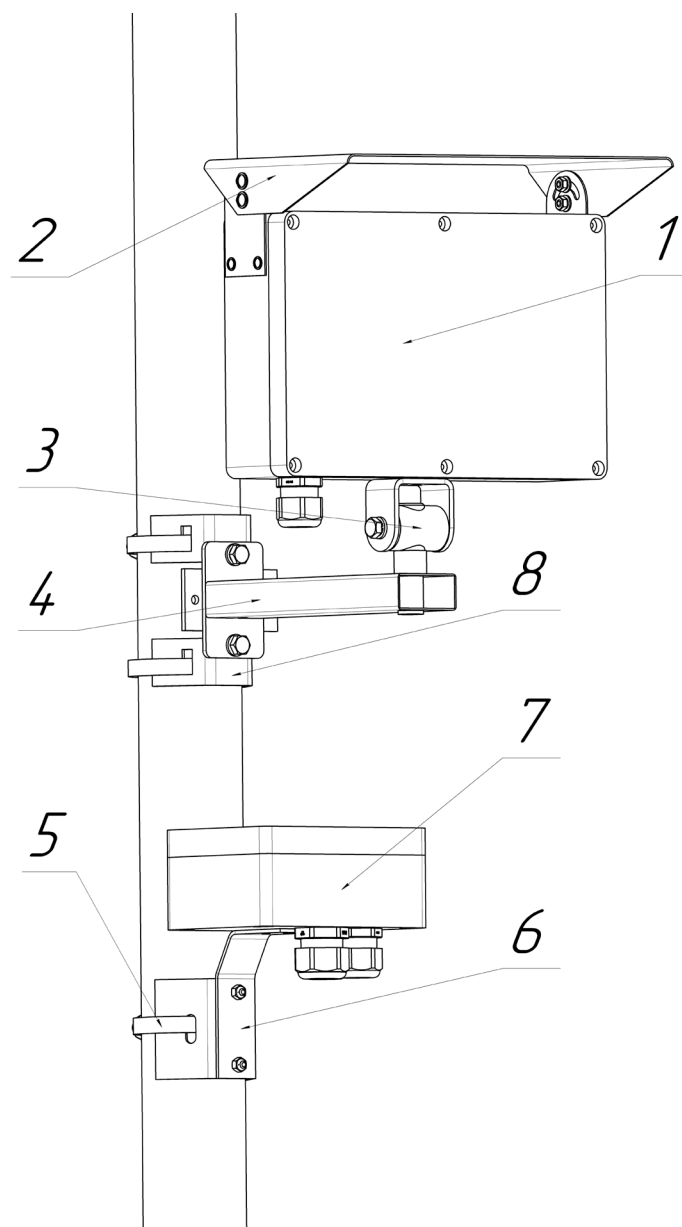

Рисунок 8 – Крепление извещателя на круглой опоре
- 1.4.2.5. Внешний вид извещателя, прикрепленного на трубу приведен на рисунке (Рисунок 8).